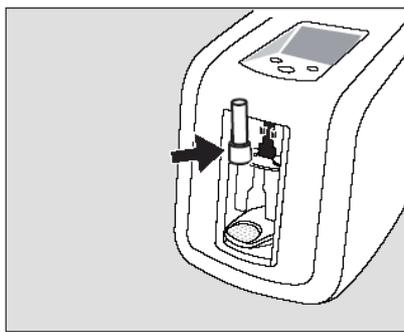

Рис.7
- Вставьте тест-патрон в верхний отсек анализатора, до отчетливого щелчка (см. Рисунок 7).